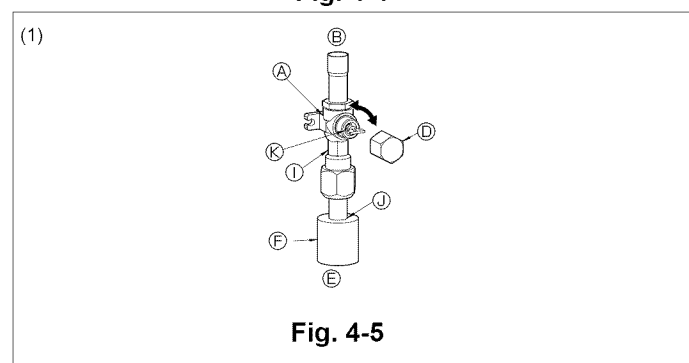

Fig. 4-5
- Si la presión se reduce en los pasos (2) o (3), hay una fuga de gas. Busque el punto de fuga del gas.
- Lado del gas de A24-A42 (Fig. 4-5)